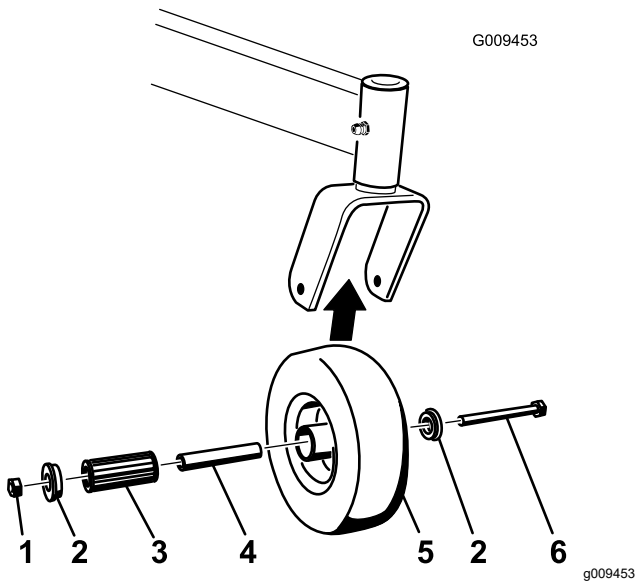

Figure 61
1. Enlevez le contre-écrou et le boulon de fixation de la roue pivotante à la chape (Figure 61).
- Enlevez une bague, puis sortez la douille pour clé et le roulement à rouleaux du moyeu de roue (Figure 61).
- Enlevez l'autre bague du moyeu, puis nettoyez la graisse et les saletés éventuellement présentes dans le moyeu (Figure 61).
Remarque: Remplacez les pièces endommagées ou usées (Figure 61).
- Placez une bague dans le moyeu de roue (Figure 61).
- Lubrifiez le roulement à rouleaux et la douille pour clé, et insérez-les dans le moyeu (Figure 61).
- Mettez la deuxième bague dans le moyeu (Figure 61).
- Montez la roue pivotante dans la fourche à l'aide du boulon et du contre-écrou (Figure 61).
- Serrez le contre-écrou jusqu'à ce que la base de la douille pour clé soit en appui contre l'intérieur de la fourche (Figure 61).